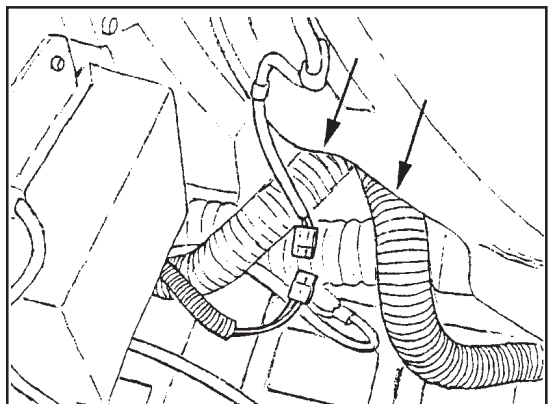

Abb. 13B
14. Schließen Sie die Vakuum- und Quetschwalzenschläuche wieder an dem Deckel des Rückführtanks an. Vergewissern Sie sich, dass der Schlauch zum Vakuummotor und der hintere Quetschwalzenschlauch über dem Ablassschlauch installiert werden (siehe Abb. 13B).